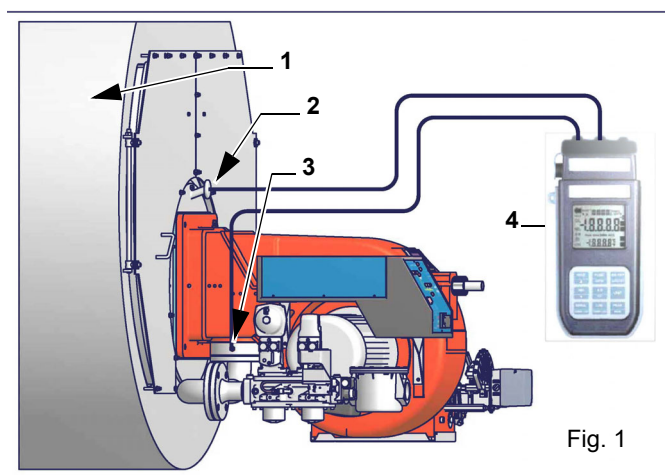

Fig. 1
**ATTENTION** : après avoir monté la rampe de la façon indiquée par le schéma de la Fig. 1, accomplir l'essai d'étanchéité du circuit du gaz, selon les modalités prévues par la réglementation en vigueur.